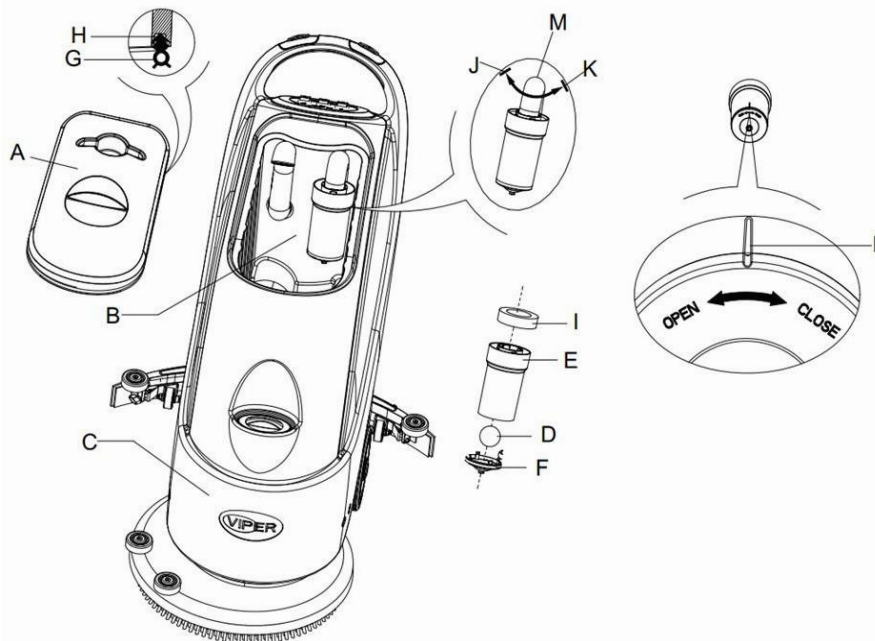

Figure 16
- Appuyez sur l'interrupteur d'alimentation (41) sur la position "O" pour éteindre la machine.
- Ouvrez le couvercle du réservoir de récupération (A, **Figure 16**) et retirez le dispositif de flotteur (36) du réservoir de récupération.
- Utilisez de l'eau propre pour nettoyer le couvercle du réservoir de récupération (A), le réservoir (B et C) et le cadre de support du filtre à flotteur (E). À l'aide du flexible de vidange (15), vidangez toute l'eau du réservoir d'eau sale.
- Si nécessaire, en suivant les symboles "Ouvrir" et "Fermer" comme indiqué sur la **Figure 16**, ouvrez le couvercle du fond (F) du filtre à flotteur et nettoyez le flotteur (D), le cadre de support du filtre à flotteur (E) et le filtre éponge (I). Après le nettoyage, fixez le flotteur sur le cadre de support du filtre à flotteur (E) puis alignez la rainure de marquage (L) du couvercle du fond (F) du filtre à flotteur avec la rainure de marquage (L) du cadre de support du filtre à flotteur (E). Serrez le couvercle du fond (F) du filtre à flotteur en le tournant et fixez le filtre éponge (I) sur le cadre de support du filtre à flotteur (E) puis sur le tube d'aspiration (M).
- Vérifiez la solidité de la bague d'étanchéité (G) du couvercle du réservoir d'eau.
Si nécessaire, la bande d'étanchéité du réservoir d'eau (G) peut être retirée de la rainure (H) et remplacée. Lors de l'assemblage d'une nouvelle bande d'étanchéité sur le réservoir d'eau, sachez comme indiqué sur la **Figure 16** ci-dessous, installez le raccord sur la section médiane de la partie arrière.
- Vérifiez si la surface de réception de la bande d'étanchéité (G) est intacte et isole correctement.
- Fermez le couvercle du réservoir de récupération (A).